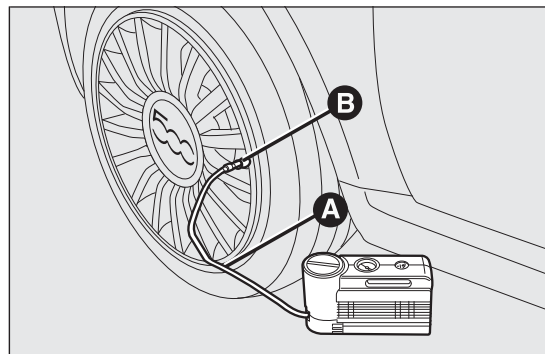

fig. 104
- ☐ **Accionar el freno de mano.** Desenroscar el capuchón de la válvula del neumático, extraer el tubo flexible de llenado A fig. 104 y apretar la corona B fig. 104 en la válvula del neumático;